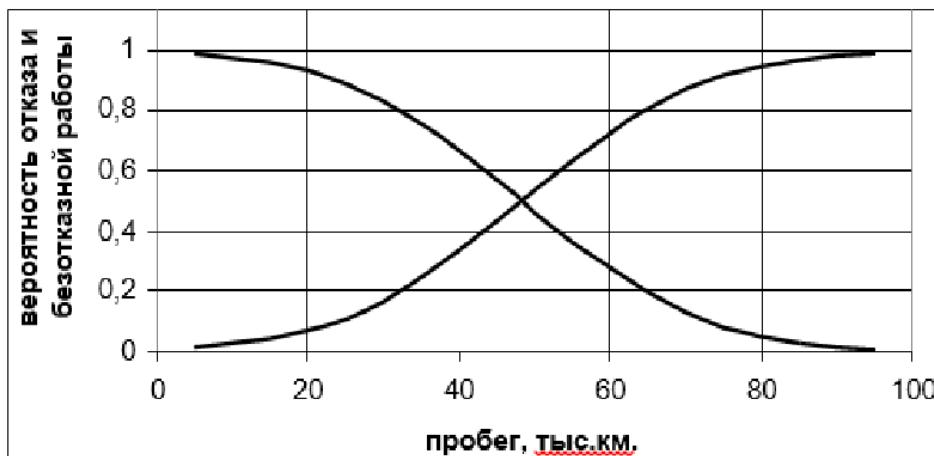

Рисунок 1 - Изменение вероятности отказа ( $P$ ) и вероятности безотказной работы ( $R$ ) в зависимости от наработки  $\theta$
1. По имеющемуся графику вероятности безотказной работы автомобиля (см. рис. 1) рассчитать графоаналитическим методом надежность перевозочного процесса на заданном интервале пробега при следующих условиях: текущее значение пробега автомобиля  $L_t = 20$  тыс. км.; заданный интервал пробега  $L_3 = 10$  тыс. км.; уровень надежности автомобиля при выполнении перевозочного процесса  $R=0,8$
2. По имеющемуся графику вероятности безотказной работы автомобиля и его отказа (см. рис. 1) рассчитать графоаналитическим методом остаточный ресурс автомобиля при следующих условиях: текущее значение пробега автомобиля  $L_t = 40$  тыс. км.; при предельной вероятности отказа  $P=0,6$